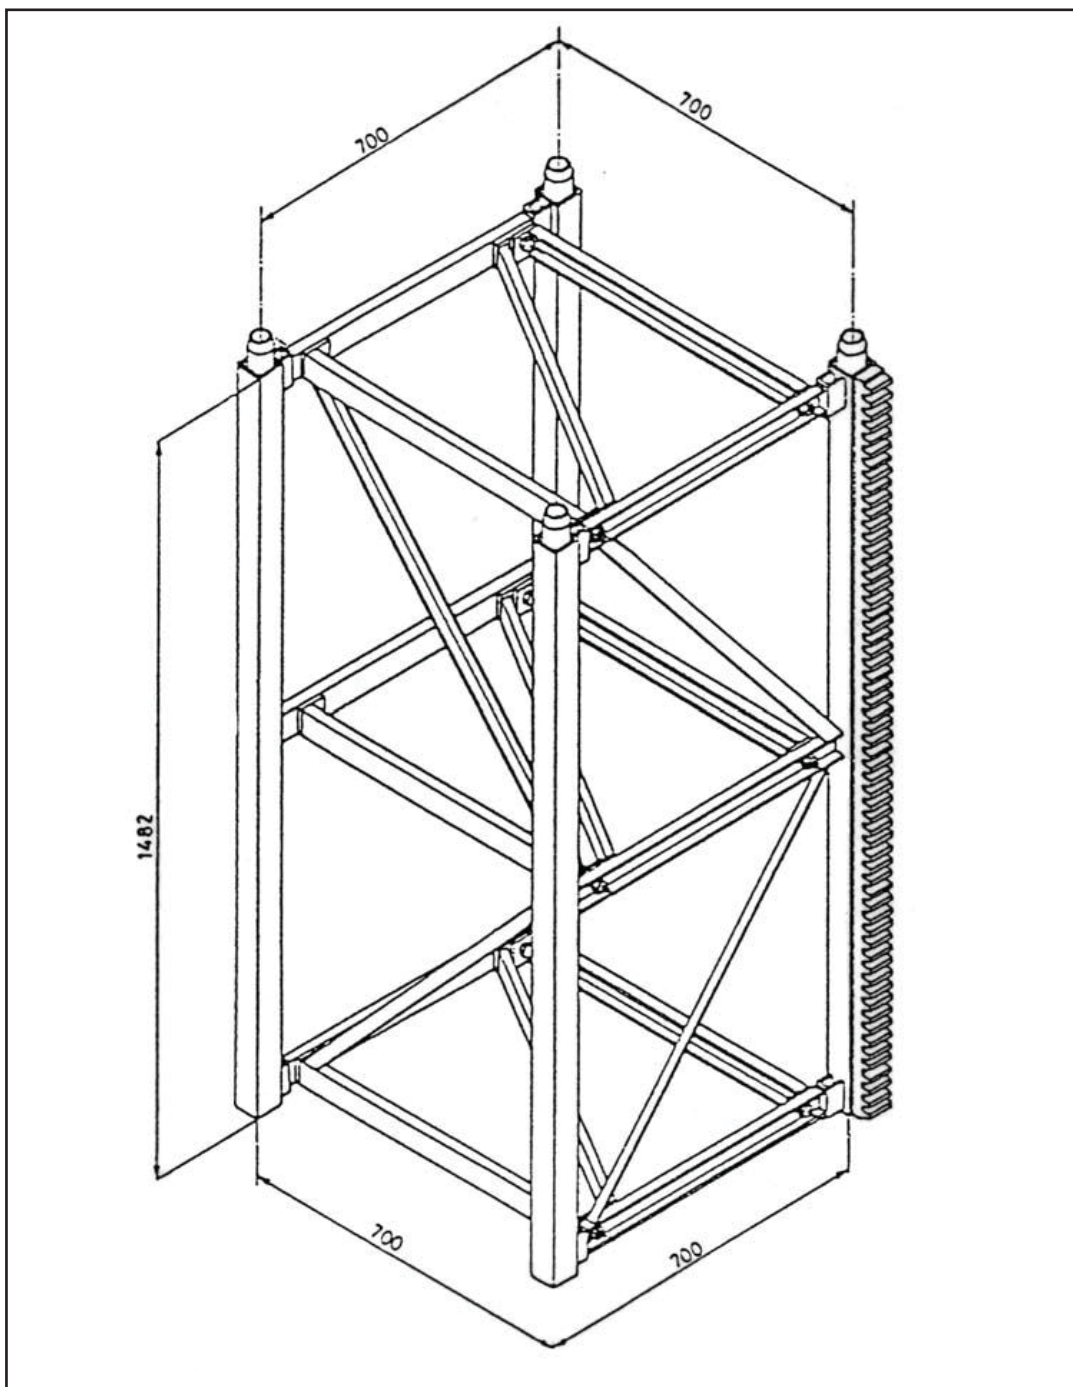

Fig. 4.4 Mastelement
- **Automatisk paraplybremse:** Den automatiske paraplybremse der aktiveres, den er uafhængig af mekanisk udstyr (se fig. 4.4 på side 21)